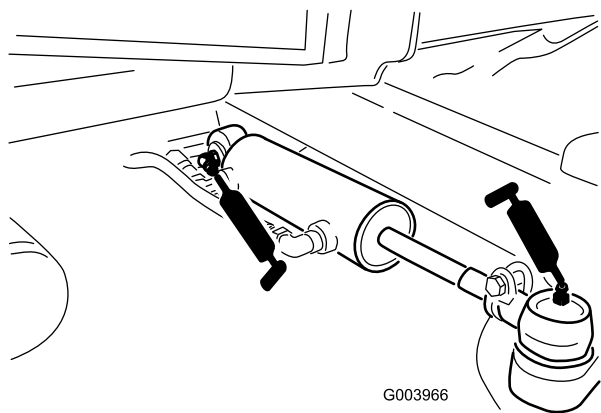

Рисунок 49
- Шаровые опоры гидроцилиндра рулевого управления (2 шт.) (Рисунок 49)